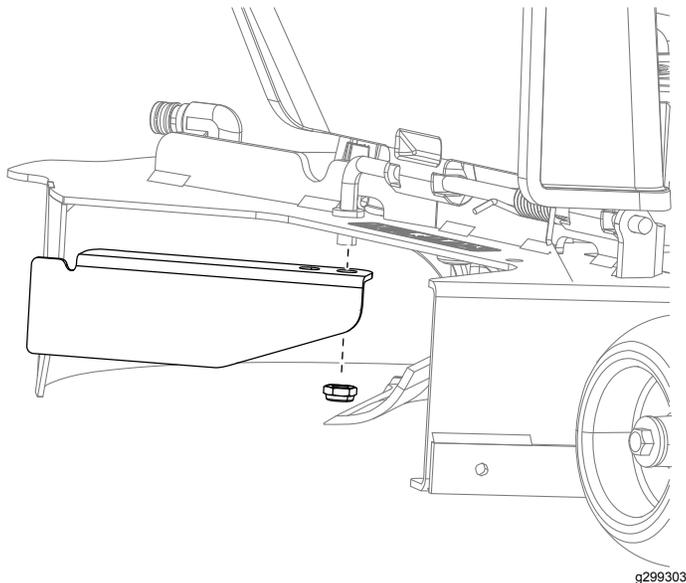

Bild 14
1. Nehmen Sie das vorhandene Ablenkmalech von der Maschine ab (Bild 14).